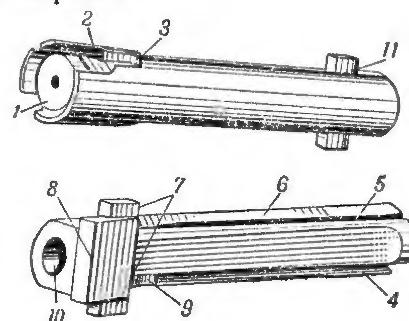

Рис. 23. Остов затвора:
24. Остов затвора с выбрасывателем и ударником (рис. 23) предназначается для запирания канала ствола при выстреле, для подачи очередного патрона из магазина в патронник и извлечения гильзы из патронника при помощи выбрасывателя.